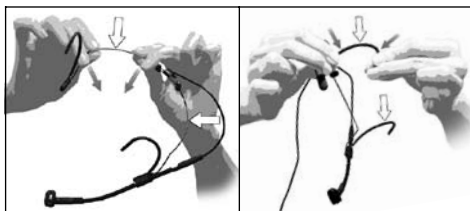

Fig. 6: Doblar y ajustar el soporte de nuca y los arcos auriculares
- Sujete el soporte de nuca o los arcos auriculares en los lugares indicados en la Fig. 6 y **con mucho cuidado** dóblelos un poco hacia adentro.
Véase Fig. 6.